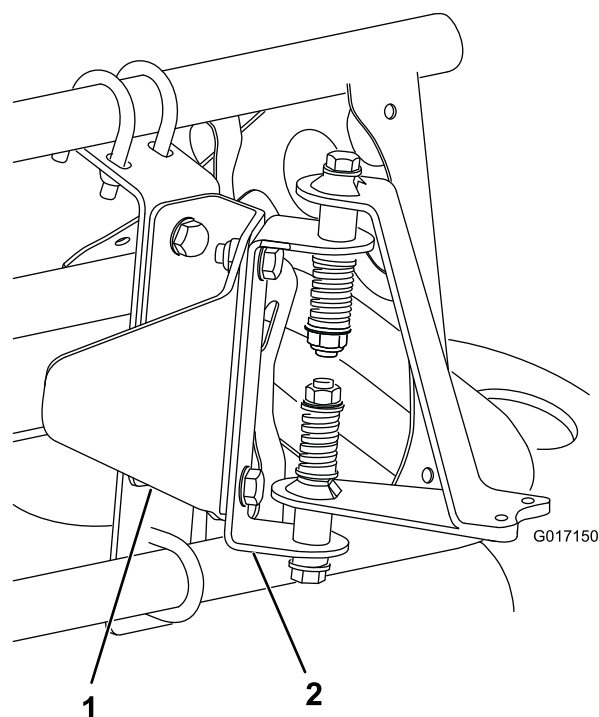
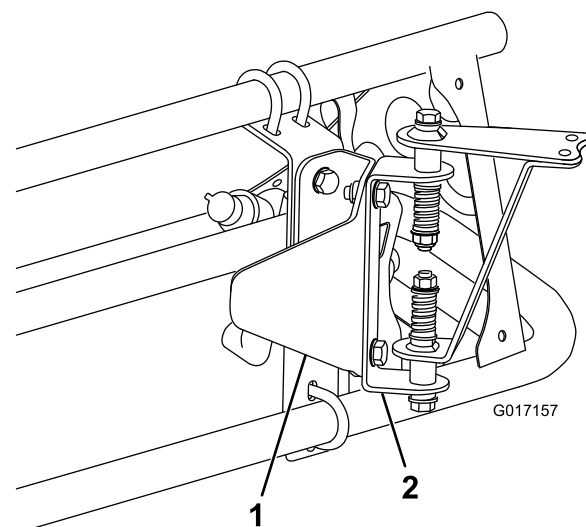

Figura 11
Figura 12
3. Instale o hardware de montagem do sensor no suporte de protecção do sensor com 2 parafusos (5/16 x 3/4 pol.) e 2 porcas de bloqueio (5/16 inch) como é mostrado em Figura 11 (para uma rampa coberta) ou Figura 12 (para uma rampa descoberta).